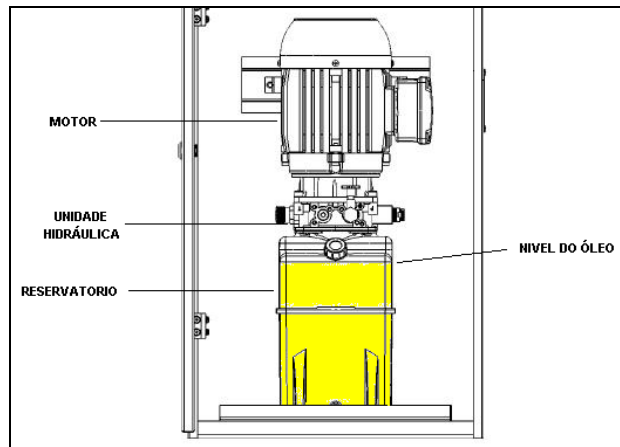

Figura 24: Visão do sistema hidráulico
- O reservatório deverá ser completado até o nível da tampa, conforme figura 24.